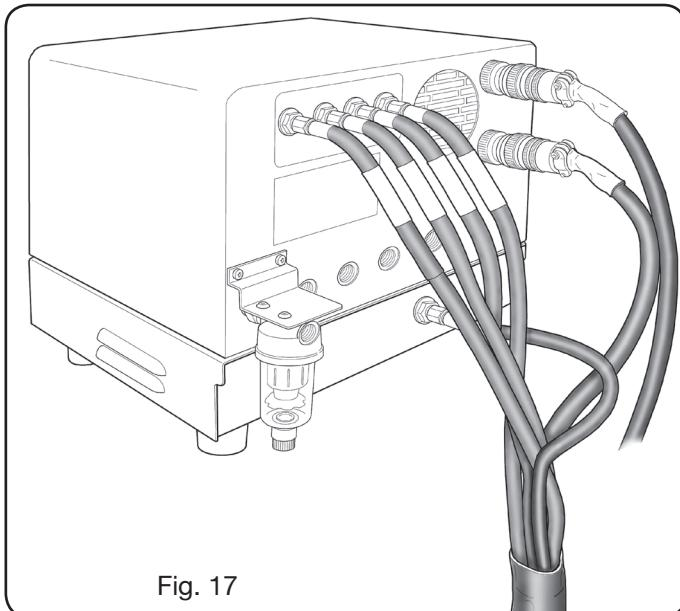

Fig. 17
- Ligar o feixe de tubos, art.1166, ligando os tubos às respetivas saídas dos gases e prestando atenção às marcações (plasma preflow - cutflow, secondary preflow - cutflow e auxiliary); enroscar o conector elétrico na saída CN05 (ver a fig. 17).
- Por fim, ligar a conexão art.1189 enroscando o conector elétrico na saída CN04 (ver a fig. 17). Certificar-se que o ar (AIR) está sempre ligado, na pressão adequada, à consola do gás automática, pois é usada como gás de “serviço”.
### 4.1 DESCRIÇÃO DO PAINEL DO GERADOR (Fig. 17)